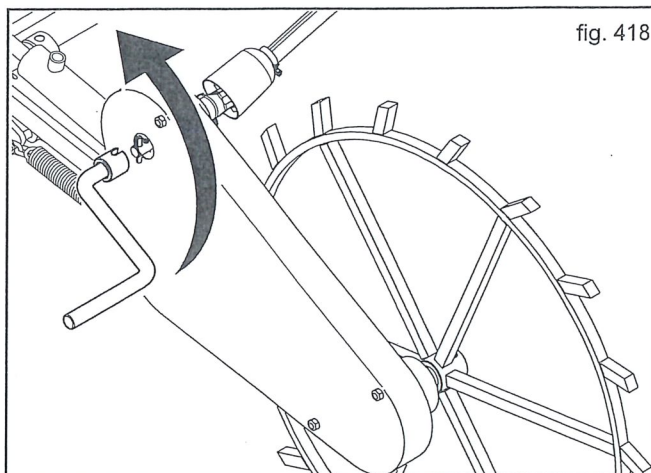

fig. 418
- 6) Indsæt håndsvinget på transmissionskassen og drej det mod uret (fig. 418), som vist på mærkaten: håndsvingets omdrejninger svarer til 1/40 hektar.